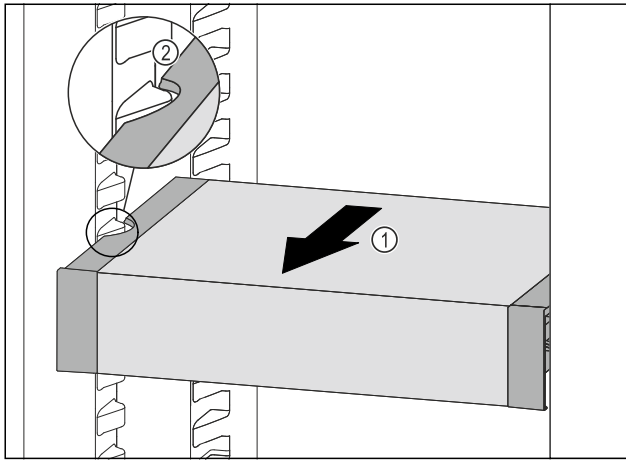

Fig. 138
- ▶ Tirer le VarioSafe vers l'avant Fig. 138 (1) jusqu'à ce que les encoches latérales du VarioSafe se trouvent au niveau de la nervure du bac dans la partie réfrigérateur. Fig. 138 (2)